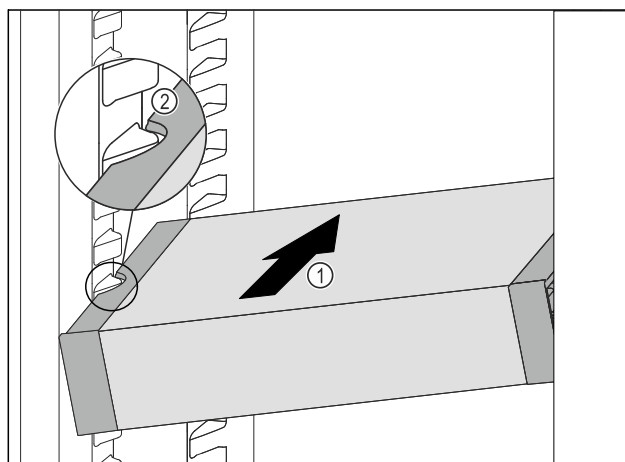

Fig. 102
- ▶ Zasuňte VarioSafe do chladničky pod úhlem tak Fig. 102 (1), aby vybrání na bocích Fig. 102 (2) VarioSafe byla na úrovni žebrování na nádoby v chladničce.